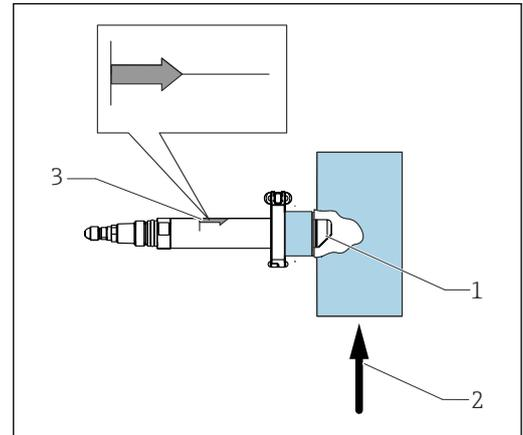

图 7 传感器的安装方向
- 禁止在管道弯头后方管道上直接安装传感器（图 7），传感器安装位置应尽量远离管道弯头（图 8）。